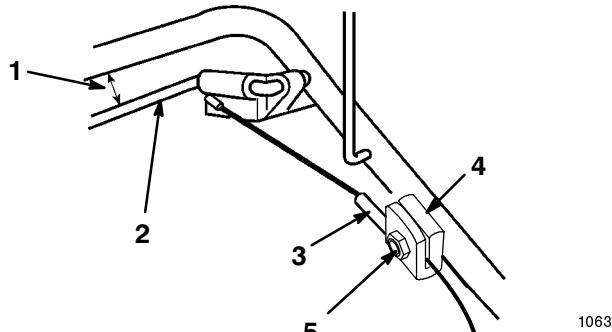

Figure 27
1. Desserrer l'écrou du support de câble (Fig. 27).
2. Tenir la barre de commande de traction à une distance de 25 à 38 mm (1-1/2") du mancheron (Fig. 27).